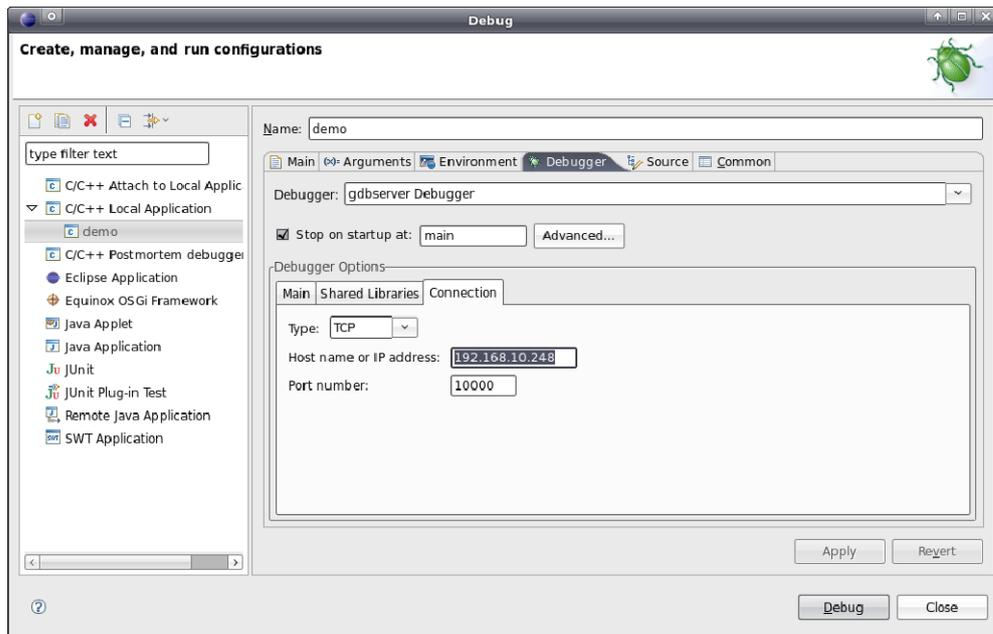

Bild 55: Konfiguration der Verbindung zum Target
Dabei ist `"192.168.10.82"` die IP-Adresse des Linux-Entwicklungssystems (zur Ermittlung der IP-Adresse siehe Abschnitt 6.5). Die nach dem Doppelpunkt folgende Portnummer (hier: `"10000"`) ist frei wählbar, sie muss jedoch mit der nachfolgend im Punkt 2.3 innerhalb von Eclipse für die Target-Verbindung angegebenen Portnummer korrespondieren (auch siehe Bild 55).
2.3 Konfiguration der Verbindung zum Target (siehe Bild 55)
Die Konfiguration der Verbindung zum Target erfolgt ebenfalls im Tabsheet "Debugger". Dazu sind in der Sektion "Debugger Options" im Unter-Tabsheet "Connection" die entsprechenden Informationen einzutragen (siehe Bild 55). Im Feld "Host name or IP address" ist die im Abschnitt 5.4 festgelegte IP-Adresse für das ECUcore-9G20 einzutragen (für das angegebene Beispiel: "192.168.10.248"). Im Feld "Port number" ist die beim Aufruf des Befehls "gdbserver" im Punkt 1.4 definierte Portnummer anzugeben (für das angegebene Beispiel: "10000").